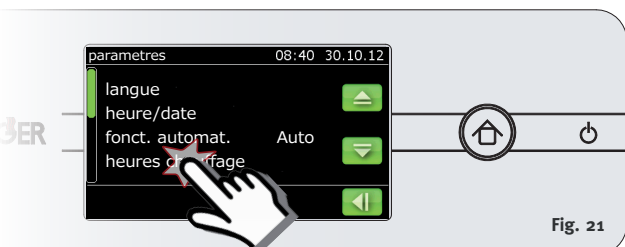

Fig. 21
1. Sélectionnez dans le menu principal **Réglages** -> **Horaires de chauffage** ( Fig. 21).